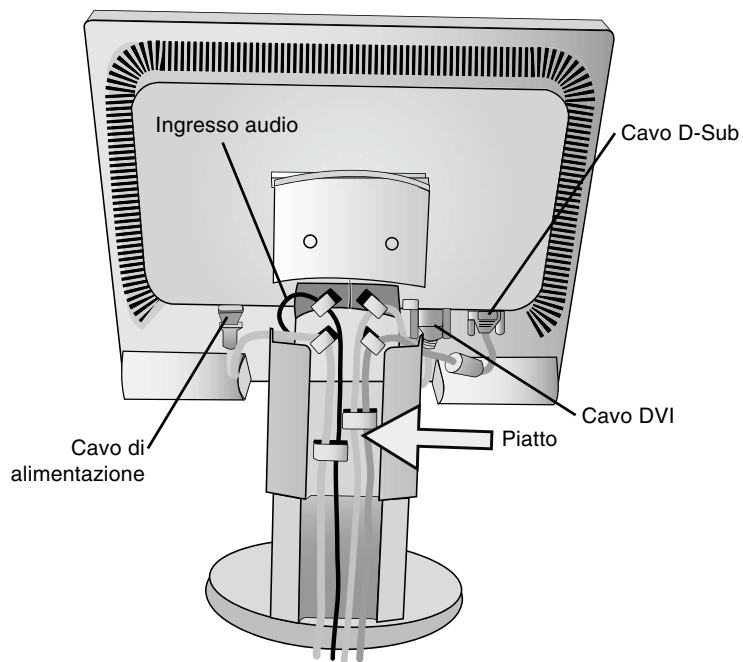
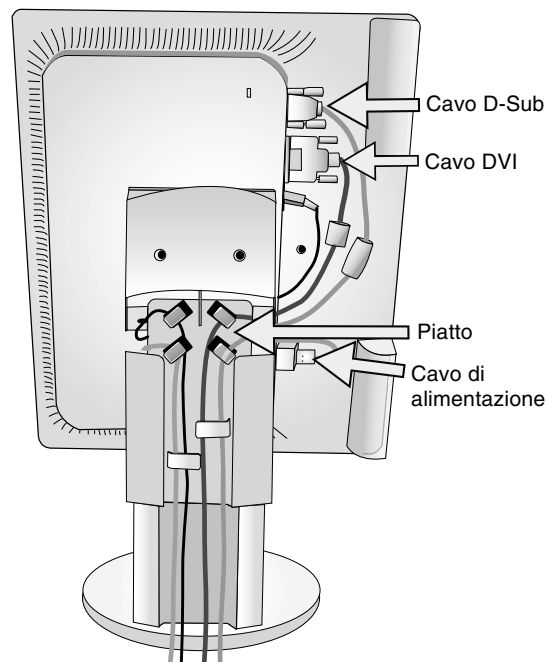

Figura C.2
Figura C.3
5. Per disporre i cavi in modo ordinato, utilizzare il sistema di gestione dei cavi predisposto sul supporto. Inserire il cavo di alimentazione nei ganci specifici indicati nella **Figura C.2/Figura C.3**. Inserire il cavo D-Sub e il cavo DVI nei ganci specifici indicati nella **Figura C.2/Figura C.3**.
6. Assicurarsi che tutti i cavi siano piatti contro il supporto (**Figura C.2**). Controllare l'inclinazione, l'innalzamento e l'abbassamento dello schermo del monitor e rotazione dello schermo quando si manipolano i cavi.